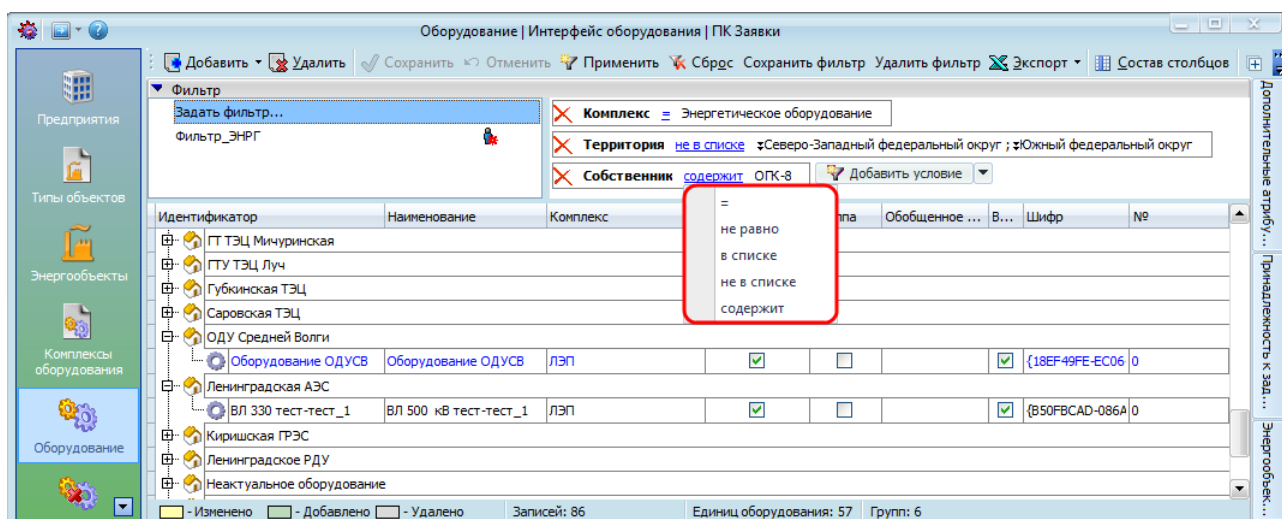

Рисунок 15.22 – Фильтрация по значениям справочников
- **Фильтрация по значениям справочников.** К данному виду фильтрации относятся следующие критерии фильтра: энергосистема; территория; собственник; предприятие; объект; комплекс; контрагенты. В качестве условий фильтрации выступают: «=», «не равно», «в списке», «не в списке», «содержит». В качестве значения фильтрации выбирается значение из справочника (Рисунок 15.22).